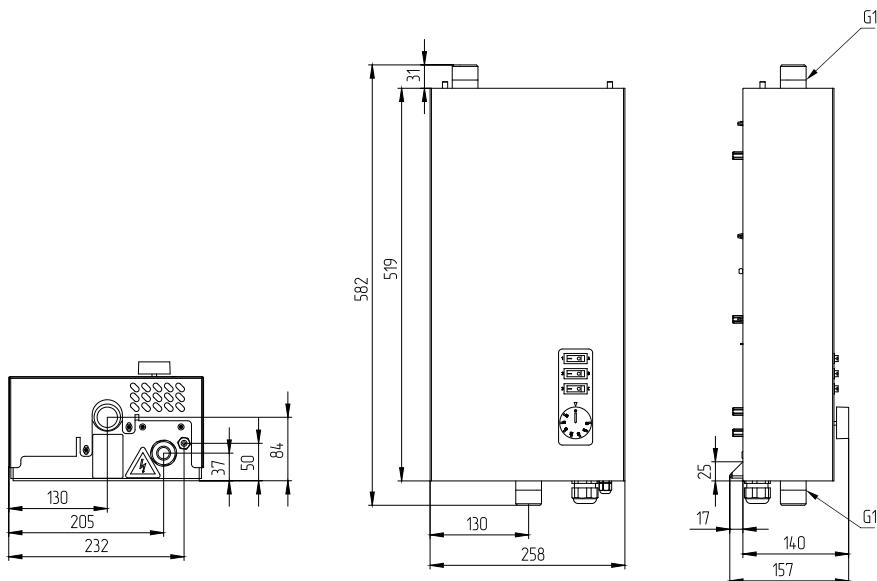

Рис.11 Габаритные размеры котлов ZOTA Balance 3 - 6 кВт
- Подсоединить котел к системе отопления. Габаритные и присоединительные размеры котлов указаны на **Рис.11; 12; 13; 14; 15**;